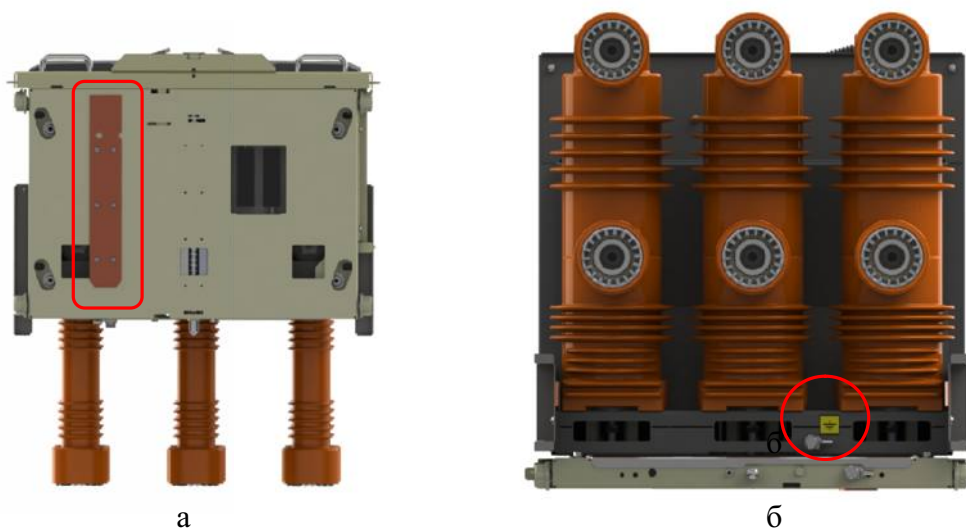

Рис. 17 Место присоединения заземляющего проводника:
2.3.3.6.1. Для выключателя в исполнении S подключение заземления производится при помощи болтового соединения M12, обозначенного знаком «Заземление» (рис. 17, справа).
2.3.3.6.2. Заземление выключателя в выкатном исполнении М, Е обеспечивается элементами конструкции тележки аппаратной (рис. 17, а). Ответная неподвижная часть должна иметь вид скользящего контакта.